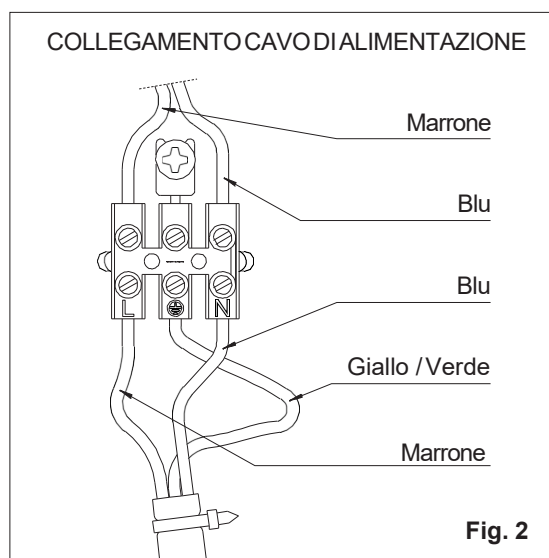

Fig. 2
- Collegare i cavi di colore marrone e blu rispettivamente ai morsetti di alimentazione L e N del ventilconvettore (Fig. 2). *A partire da gennaio 2020 è stata modificata la morsettiera per aggiungere la valvola a 3 vie ove richiesta, collegare quindi il cavo rosso al morsetto "V" come da schemi elettrici, nei vecchi modelli e dove non presente la valvola a 3 vie lasciare il cavo rosso con il mammut isolato di serie.*
e) Dopo il montaggio del pannello comandi, collegare il cavo di alimentazione agli appositi morsetti di fase, neutro e di terra del ventilconvettore, inserendo il cavo stesso attraverso l'apposita fascetta serracavo ed avendo cura di tagliare i conduttori in modo che il cavo giallo/verde di terra sia leggermente più lungo degli altri due. Questa precauzione, in caso di distacco accidentale, consente al cavo di terra di uscire per ultimo dalla morsettiera (Fig. 2).